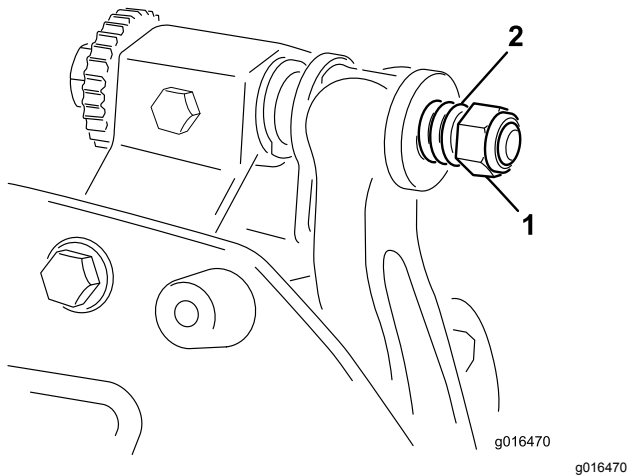

Figure 24
6. Serrez l'écrou de tension du ressort jusqu'à ce que les spires soient jointives, puis desserrez-le de 1/2 tour (Figure 24).